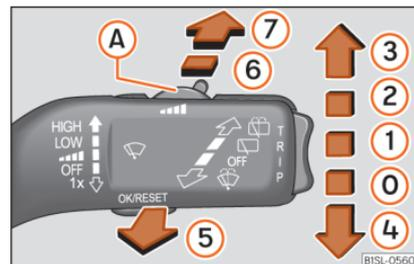

Abb. 84 Bedienung von Windschutz- und Heckscheibenwischer
Intervall-Wischen für den Scheibenwischer. Mit Schalter » Abb. 84 (A) Intervallstufen (Fahrzeuge ohne Regensensor) oder Empfindlichkeit des Regensensors einstellen » Seite 93.